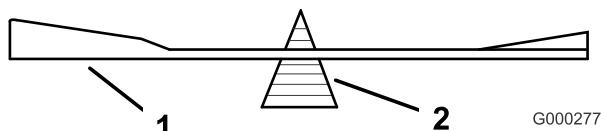

Figure 61
2. Vérifiez l'équilibre de la lame en la plaçant sur un équilibrEUR (Figure 61).